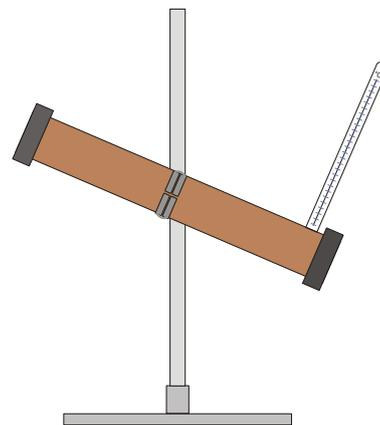

Fig. 1 Misurazione della radiazione termica del sole
- Installare il bolometro nello stativo (fig. 1).